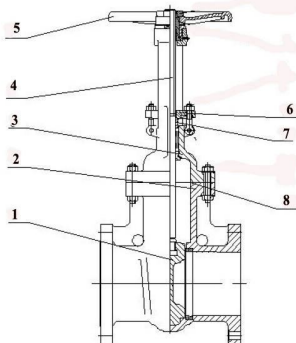

Рис. 2
4.1. Задвижка состоит из следующих основных деталей: клина с кольцами (1), корпуса (2), крышки (3), шпинделя (4), маховика (5), фланца сальника (6), сальниковой набивки (7) и прокладки (8) (см. Рис. 2).